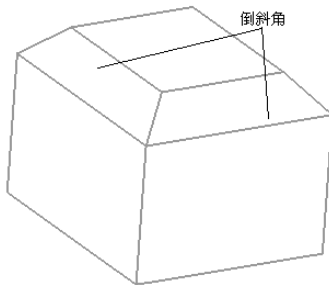

图 7-47 “倒斜角”示意图
2) 倒斜角：在选取的边缘上创建 45° 的斜角，如图 7-47 所示。